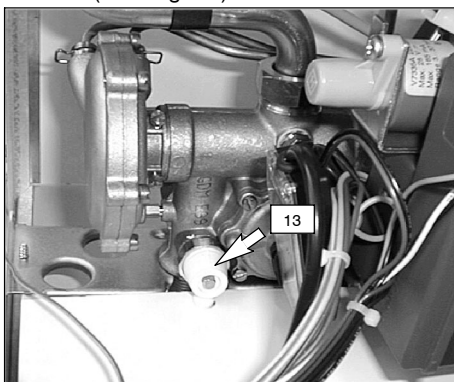

Fig. 7.3
- 2 Desserrer le robinet de vidange du circuit primaire (13 – Fig. 7.3).